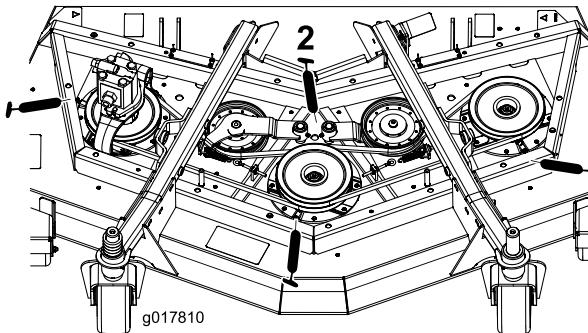

Рисунок 81
- Подшипники валов шпинделей (3 шт.), расположенные под шкивом (Рисунок 81)
- Втулки осей поворота рычагов натяжных роликов (2 шт.) (Рисунок 81)